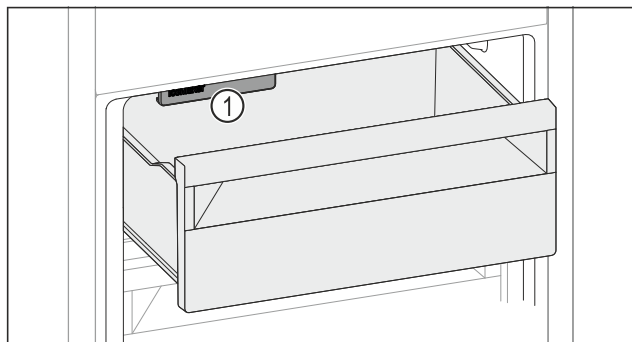

Fig. 142
- Tenere in considerazione l'IceMaker Fig. 142 (1).